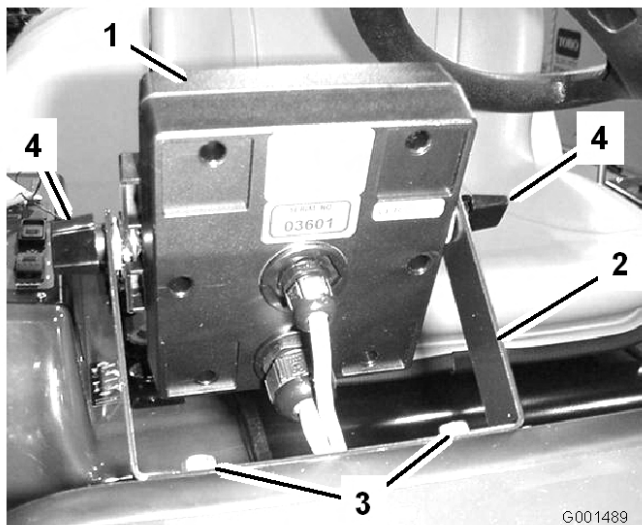
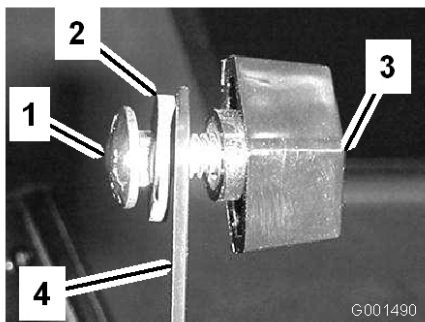

図 5
図 6
2. モニタのブラケットをダッシュボードに取り付ける；フランジヘッド・ボルト (1/4 x 3/4 in) 2本とフランジ・ナット (1/4 in) 2本を使用する (図 5)。
- 3. キャリッジボルト、ゴム・ワッシャ、ノブ各2個を、図5および図6のように仮止めする。
- 6. ブラケットにスプレープロを取り付け(図5)、ノブで固定する。